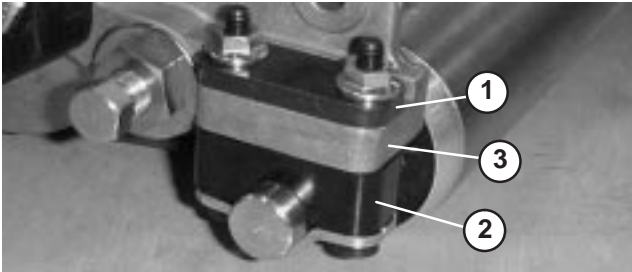

Bild 10
1. Stellen Sie die hinteren Rollenhalterungen (Bild 10 und 11) auf die obere oder untere Position ein, abhängig von dem gewünschten Schnitthöhenbereich.
- Positionieren Sie das Distanzstück über den Montageflansch der Seitenplatte (Werkseinstellung), wenn der Schnitthöhenbereich zwischen 1,58 mm und 6,35 mm liegen soll (Bild 10).